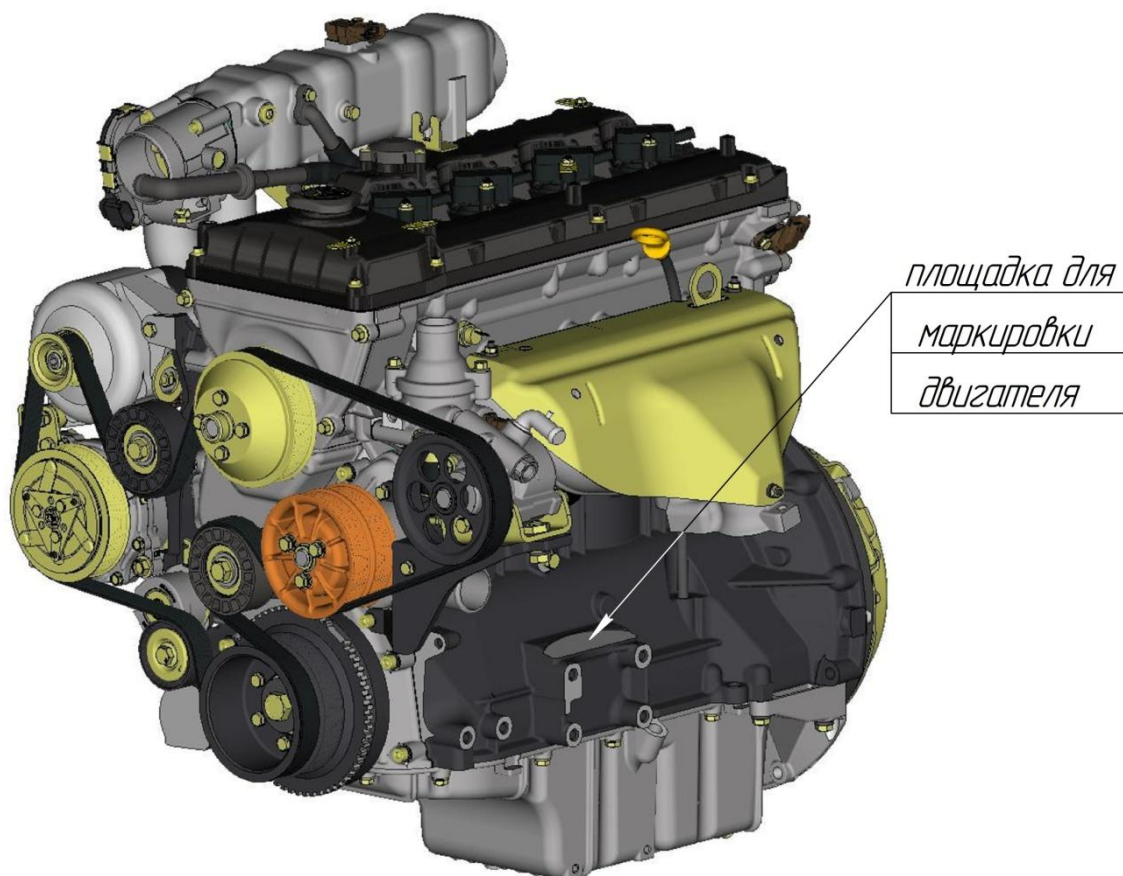
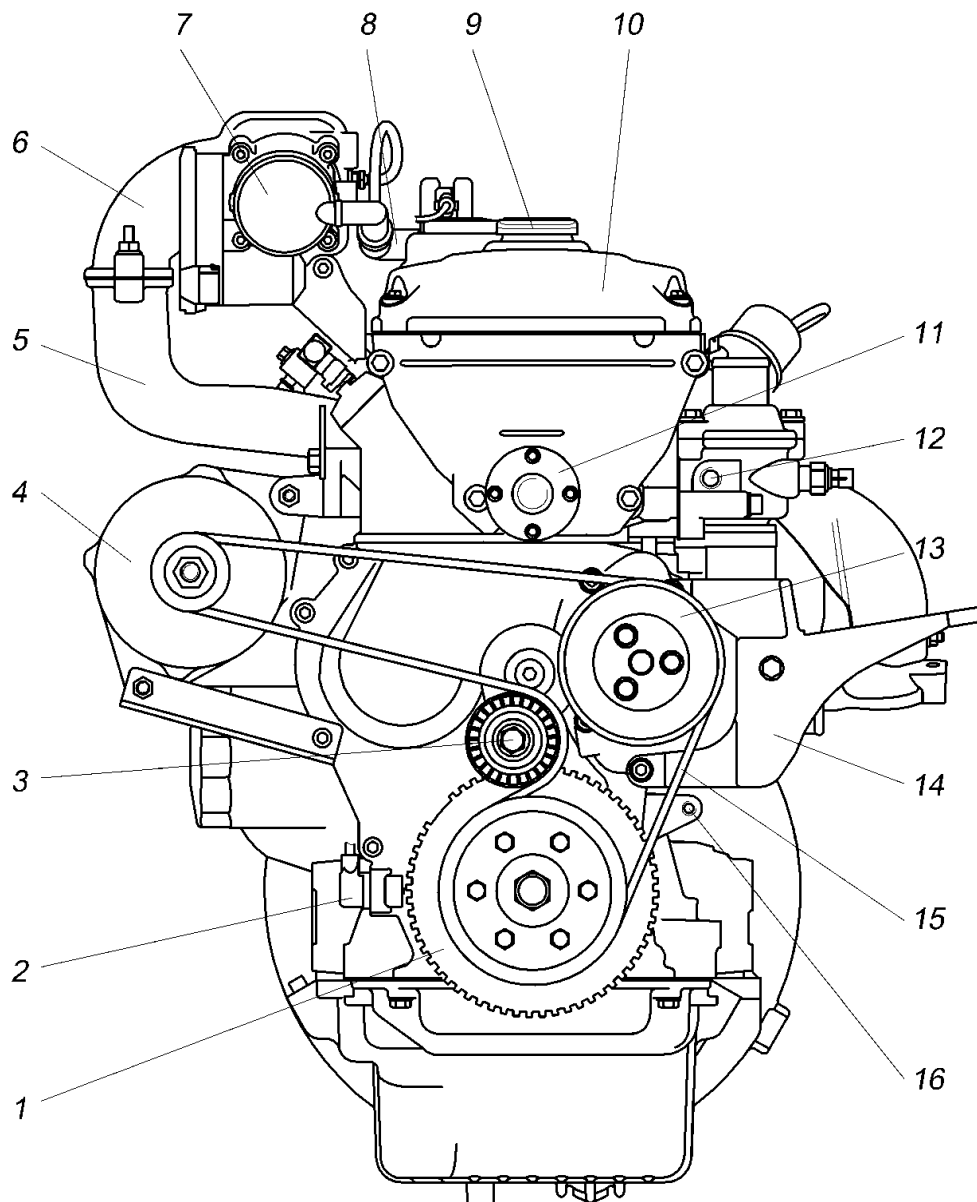
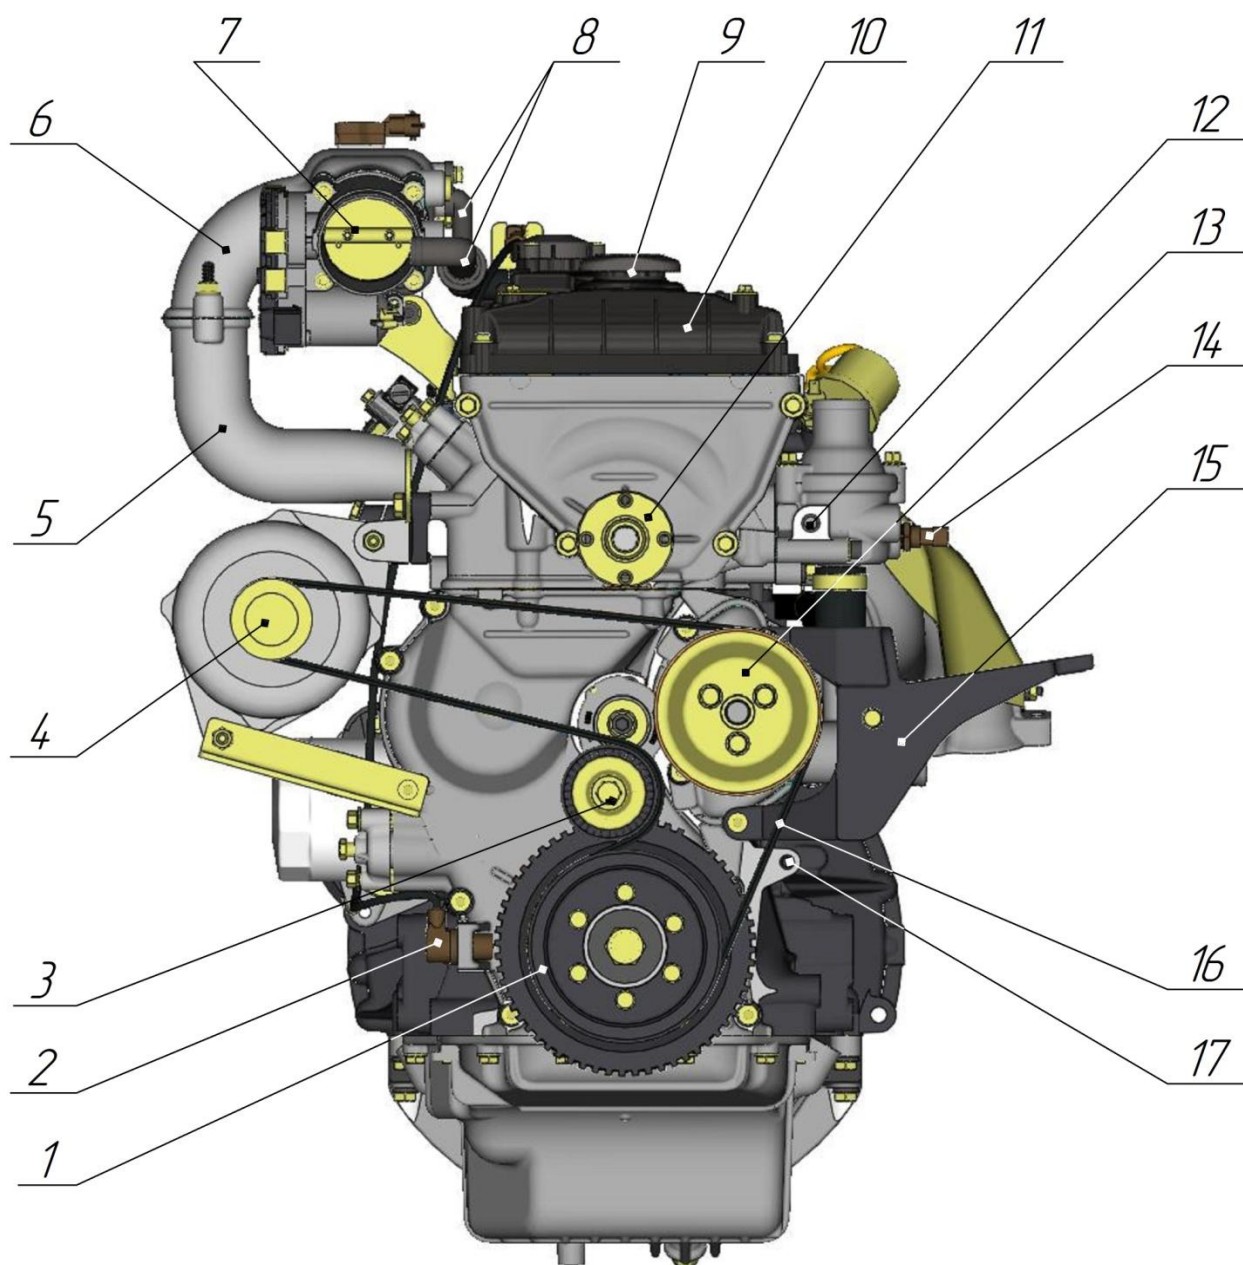

Рис.1. Общий вид двигателя
Рис.4. Вид спереди двигателя ЗМЗ-40904.10:
Рис.9. Вид спереди двигателя ЗМЗ-40905.10:
Общий вид, поперечный разрез и внешняя скоростная характеристика двигателя приведены на рис.1, 2, 3. Виды двигателя ЗМЗ-40904.10 – на рис.4, 5, 6, 7, 8. Виды двигателя ЗМЗ-40905.10 – на рис.9, 10, 11, 12, 13.
**Идентификационный номер двигателя** наносится в одну строчку на обработанную поверхность площадки блока цилиндров, находящейся с левой стороны над бобышками крепления передней опоры двигателя (рис.1).